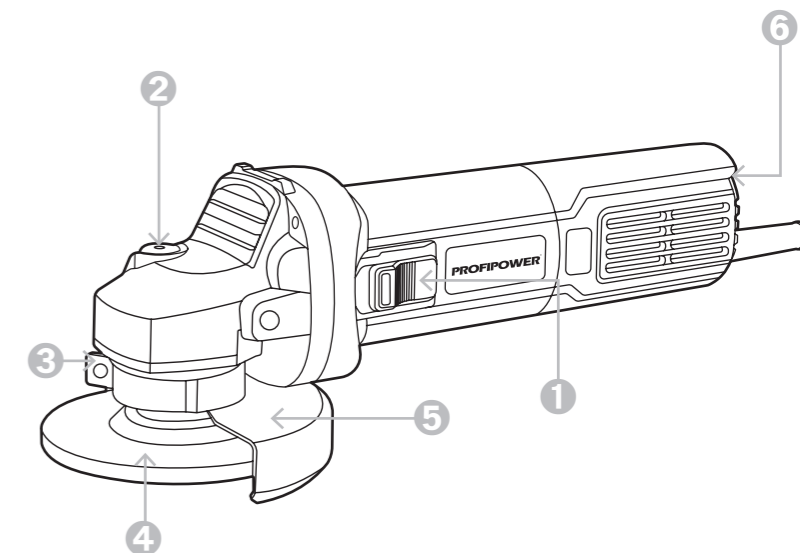

Рисунок 1.1. Устройство инструмента
5 Заблокируйте шпиндель, нажав кнопку «2» (рисунок 1.1.), и крепко затяните наружный прижимной фланец ключом.
6 Для снятия оснастки нажмите кнопку блокировки «2» (рисунок 1.1.) и прилагаемым ключом открутите фланец.
**ЗАПРЕЩЕНО!** Не включайте блокировку «2» (рисунок 1.1) при вращающемся шпинделе. Это может привести к повреждению инструмента. Нажмите на кнопку блокировки для предотвращения вращения шпинделя при установке или снятии оснастки.